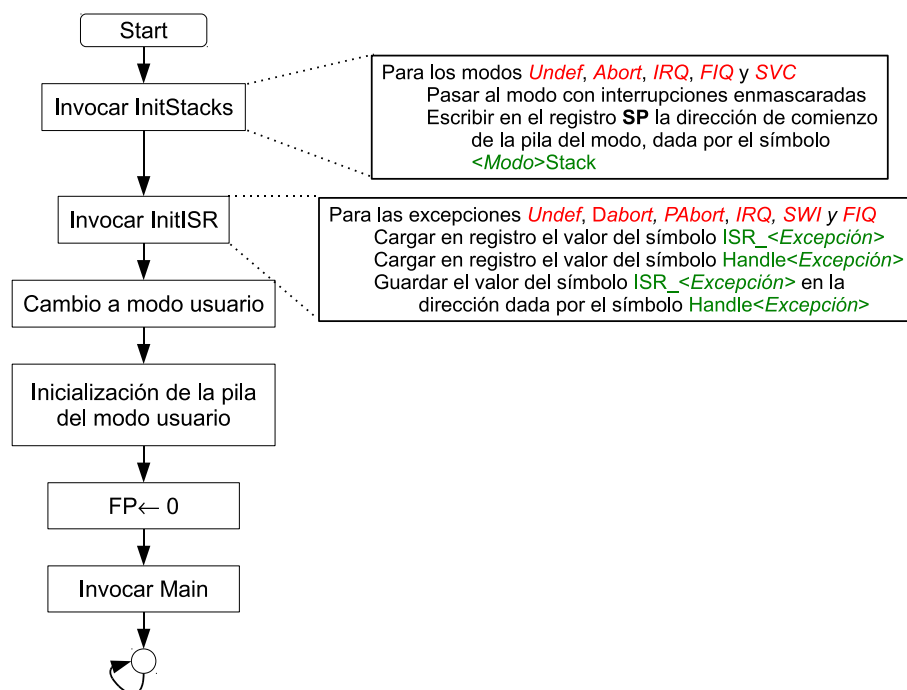

Figura 2.6: Diagrama de flujo del código de `p2a.asm`.
- *init.asm* En este fichero se deberán completar las dos primeras tareas anteriores. Se trata de una inicialización del sistema más completa que la efectuada en la práctica 1. En concreto, **se pide completar el código de las rutinas *InitStacks* y *InitISR***. La figura 2.6 muestra un esquema de qué deben hacer ambas rutinas. Además, debe completarse la función *ISR_IRQ()* como se explica más abajo. Las rutinas más relevantes del fichero *init.asm* son: